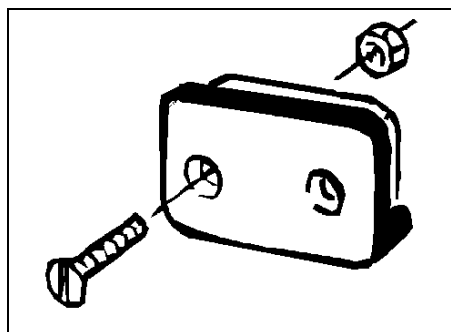

Fig. 7
1. Halter (Fig. 7) des Rechners in der Schleperkabine befestigen.